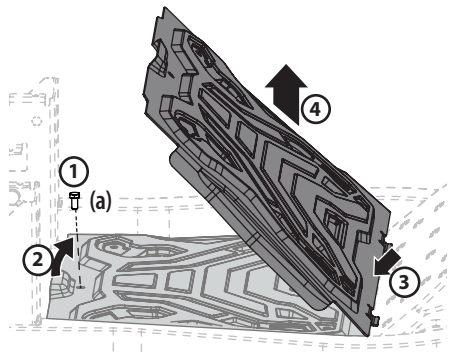

Figura 34
1. Con una herramienta para usos múltiples (si está equipada) o una llave de cubo de 1/2", extraiga el tornillo de cabeza hexagonal (a) que sujeta el panel del piso en su lugar. Consulte 1 en la Figura 34.
- Levante con cuidado la parte trasera del panel del piso. Consulte 2 en la Figura 34 en la página 57.
- Para liberar el frente del panel del piso, deslícelo hacia atrás. Consulte 3 en la Figura 34 en la página 57.
- Levántelo para separarlo del tractor. Consulte 4 en la Figura 34 en la página 57.